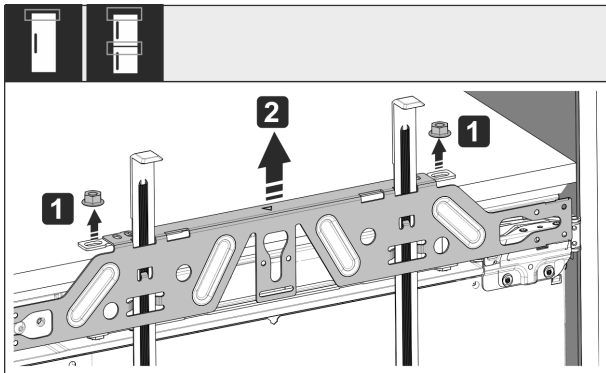

Fig. 54
- ▶ Λύστε τα κόντρα παξιμάδια Fig. 54 (1).
- ▶ Αφαιρέστε την τραβέρσα στερέωσης Fig. 54 (2).